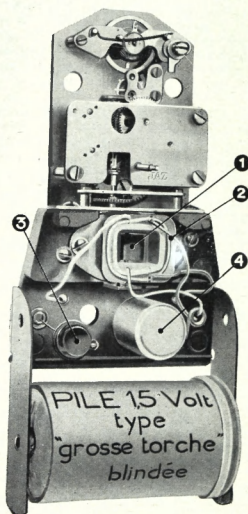

Fig. 29
Première pendule mondiale à transistor et à balancier circulaire, le calibre AT est du type « mécanique à remontage électrique ». Il se compose (fig. 29) de deux parties très distinctes : un mouvement mécanique à échappement ancre 15 pierres et un moteur électrique à transistor.
Il se compose (fig. 29 et 30) d'un rotor (1) constitué par un aimant dont les pôles sont disposés diamétralement et qui pivote verticalement au milieu d'une double-bobine (2). Pour des raisons de construction, ces deux bobines sont, en réalité, bobinées ensemble (comme celles du calibre AN) mais divisées en deux parties démontables.